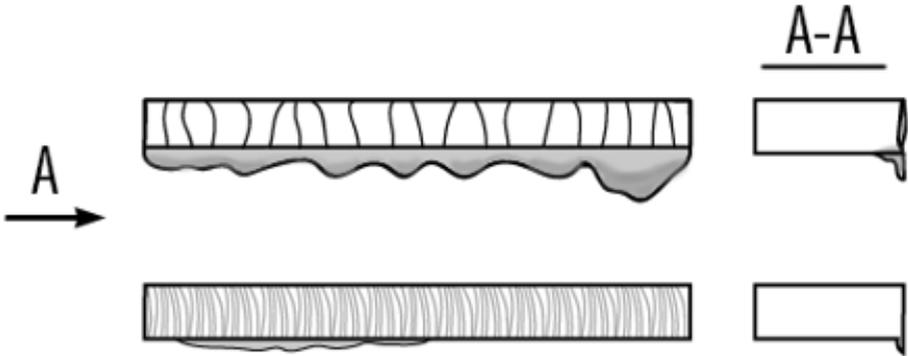

Рис. 9.1.1. Влияние силы тока и скорости реза.
1. Сила тока и скорость реза (См. рис.9.1.1).